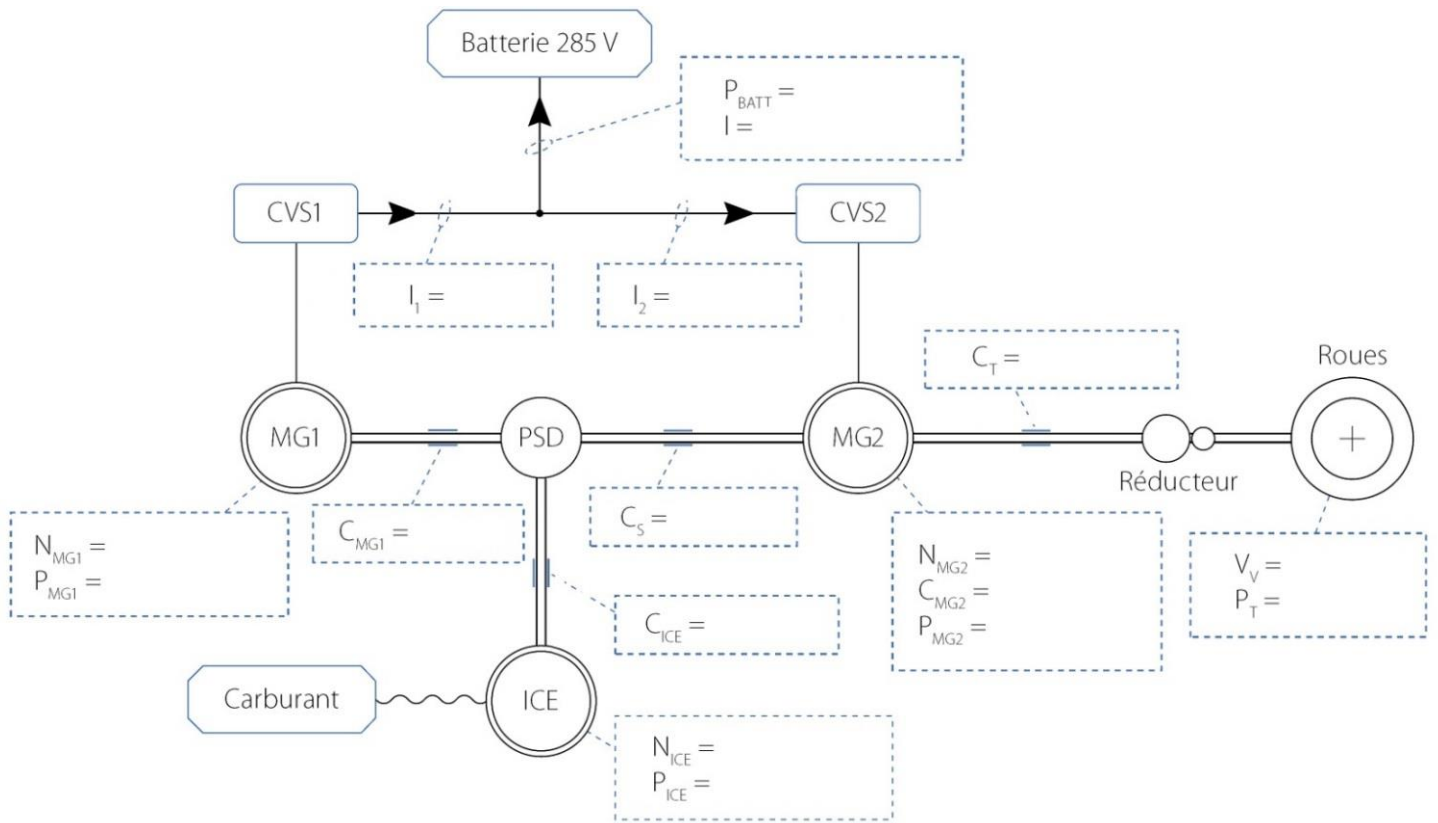

Figure 6 : cas 2
1.4.2. Étudier le comportement du système en complétant la Figure 6